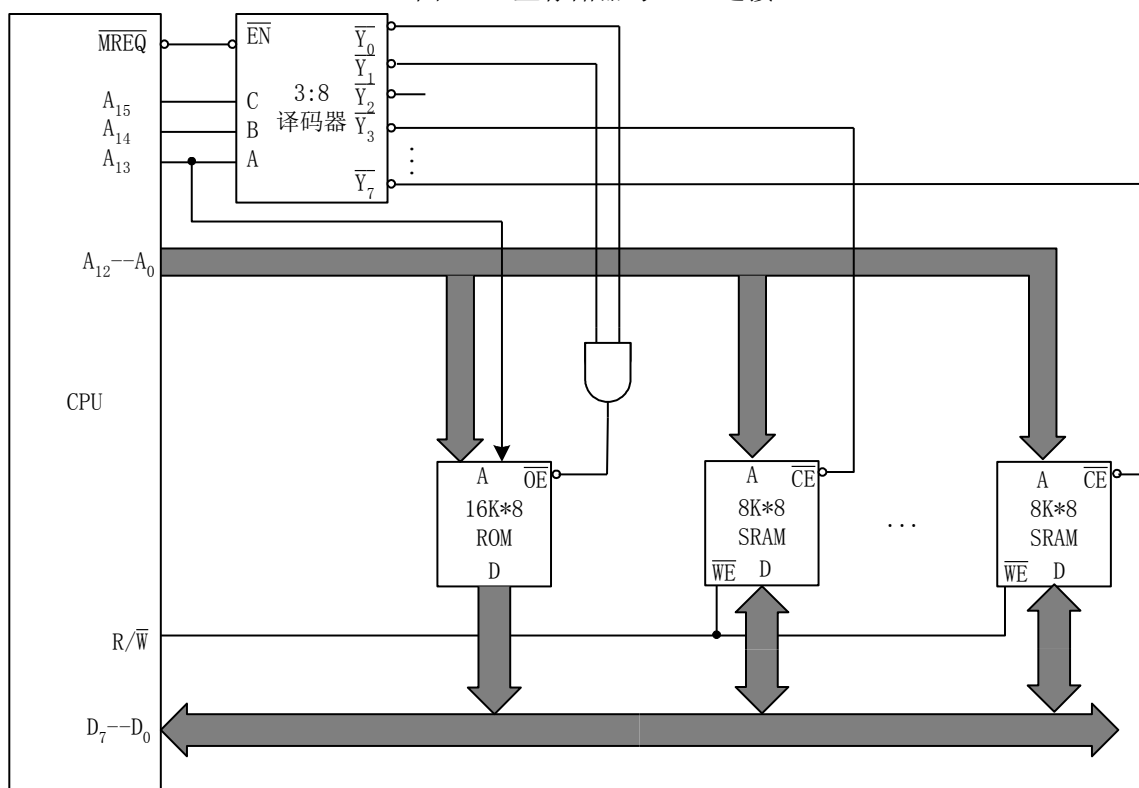

图 5-29 主存储器与 CPU 连接-4
(4) 16KB 的 ROM 存储区域可以用 1 片 $16K \times 8$ 位的 ROM 芯片实现。40KB 的 RAM 存储区域可以用 5 片 $8K \times 8$ 位的 RAM 芯片实现。 $16K \times 8$ 的 ROM 芯片的地址线需要 14 条，即 $A_{13} \sim A_0$ ， $8K \times 8$ 的 RAM 芯片的地址线需要 13 条，即 $A_{12} \sim A_0$ 。16 条地址线的高 3 位地址采用与上题相同的地址译码方案，译码输出信号 $Y_0\#$ 、 $Y_1\#$ （每一个表示 8K 的范围）通过一个与门来作为 16KB 的 ROM 芯片的片选，即当 $Y_0\#$ 、 $Y_1\#$ 中任意一个信号有效时（前 8K 或后 8K）均选中该 ROM 芯片。 $Y_3\# \sim Y_7\#$ 分别选择 5 片 $8K \times 8$ 位的 RAM 芯片之一，如图 5-29 所示。